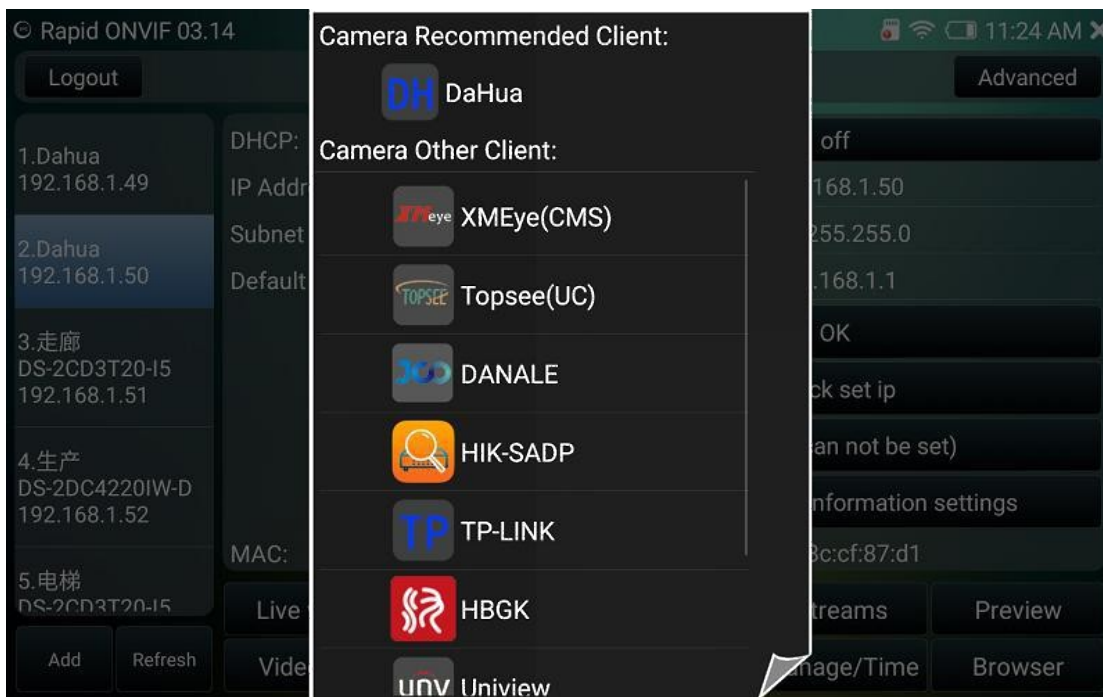

Рисунок 24
4) Для камер, которые не могут редактировать IP-адрес: в быстром приложении ONVIF нажмите кнопку «Установить IP-адрес», чтобы установить IP-адрес, если он не может быть установлен, нажмите кнопку «Дополнительно» в середине, он отобразит список всех клиентов камеры и порекомендует вам использовать соответствующий клиент. программное обеспечение, коснитесь, чтобы войти в клиент и завершить настройку, как показано на рис. 24.